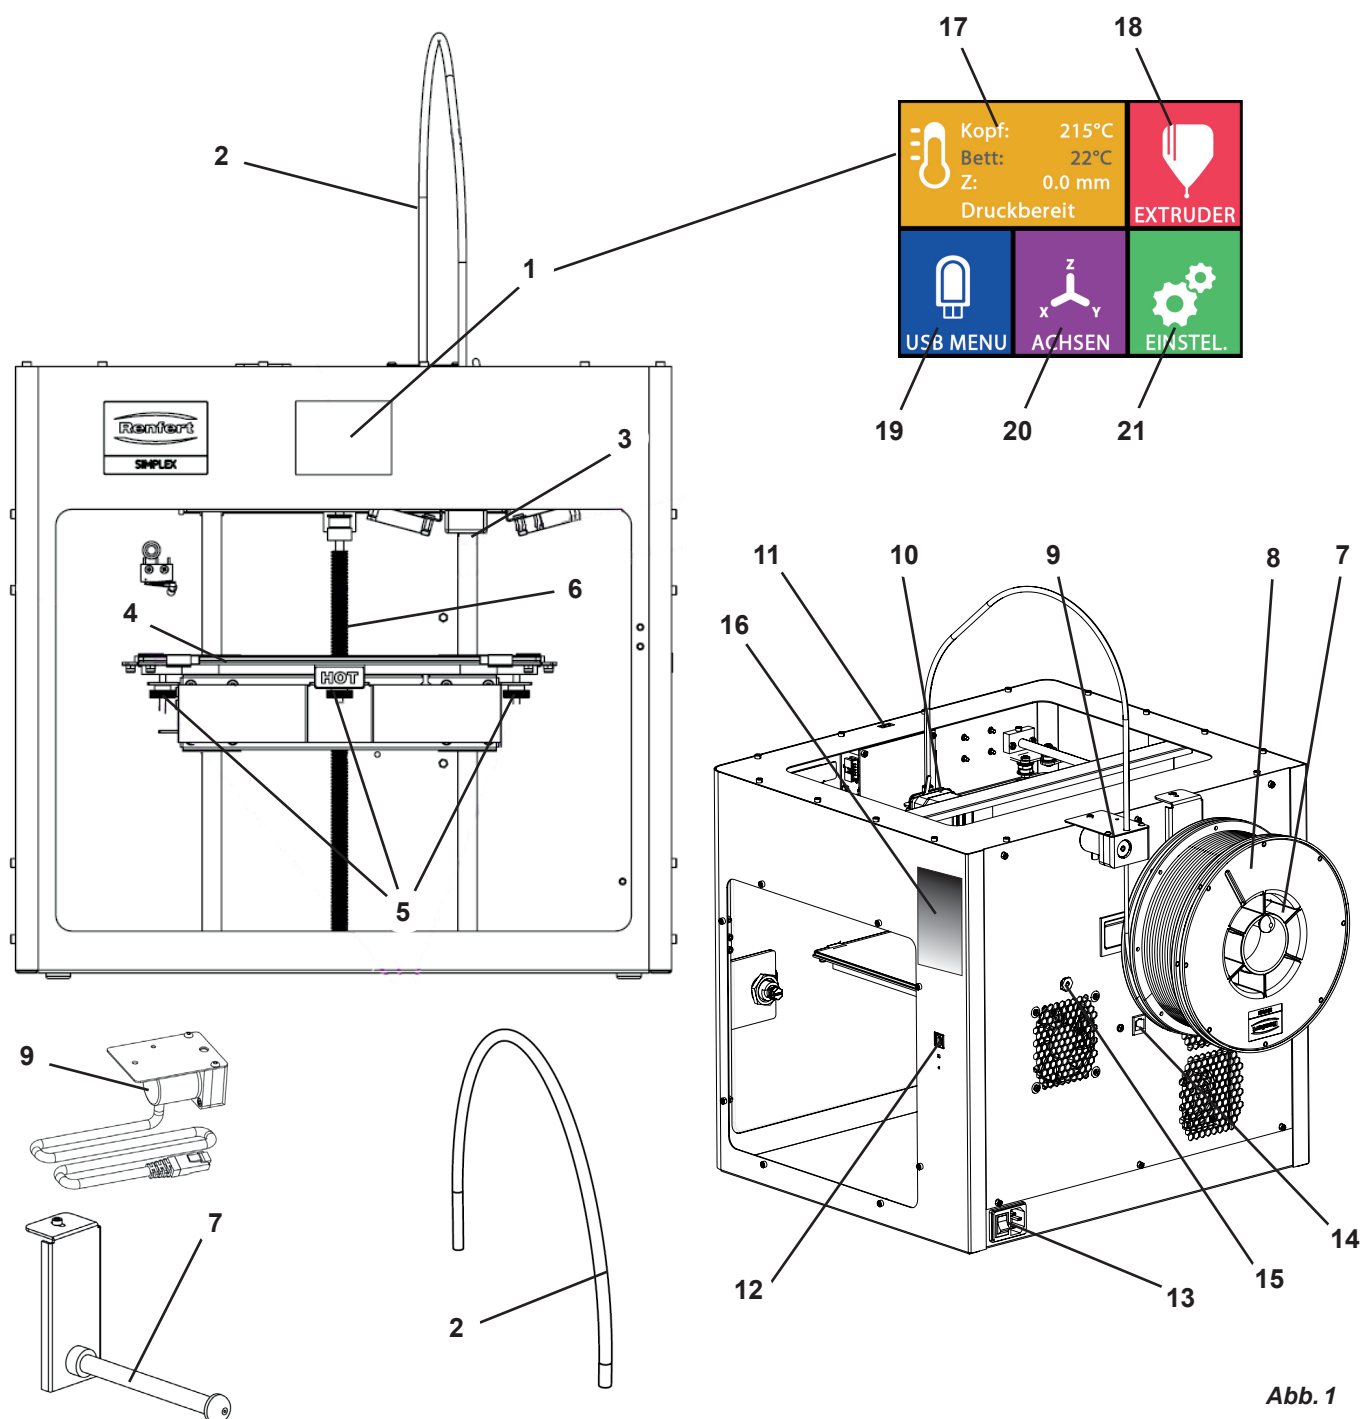

Abb. 1
- ⇒ Schalten Sie das Gerät mit dem Ein-/Aus-Schalter (13, Abb. 1) auf der Rückseite des Geräts ein.